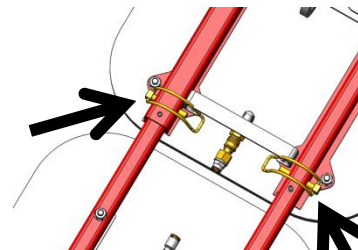

Abbildung: 17
- Sichern Sie die zusätzliche Saugplatte in den Bohrungen beider Rohre mit einem Splint (siehe Abbildung 17).